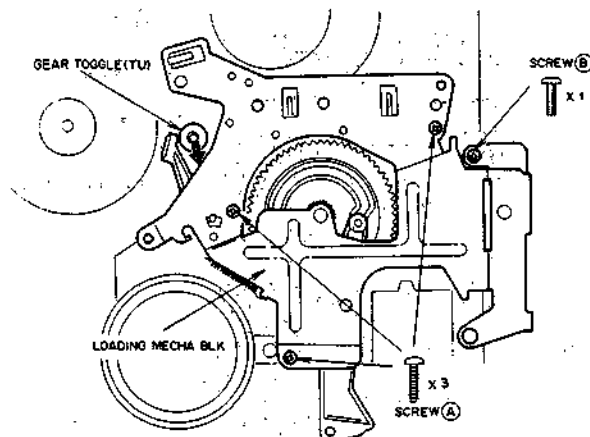

Fig. 4-13
9) Attach the LOADING MECHA. BLK with holding the GEAR TOGGLE (TU) in the direction of the arrow as shown in Fig. 4-13. Tighten the LOADING MECHA BLK with four screws (A) and (B).
9) Fixer l'ENSEMBLE MECANISME DE CHARGEMENT, de la manière illustrée à la Fig. 4-13, tout en maintenant le DÉCLENCHEUR D'ENGRENAGE (GEAR TOGGLE) (TU) dans le sens indiqué par la flèche.